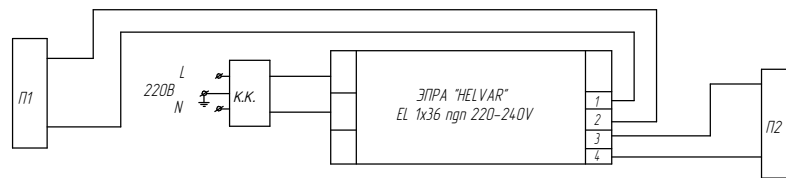

Рисунок 11. ЛСО02-1х36 Universal, схема электрическая с ЭЛПА
4.4 Светильники выпускаются с электронными ПРА, в соответствии с Рис. 11, 12.